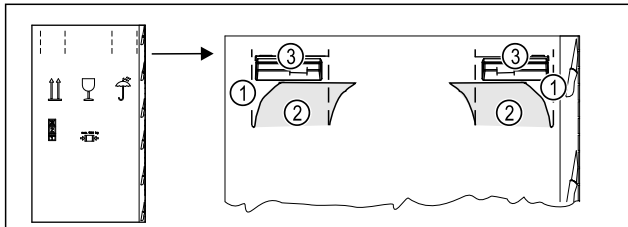

Fig. 6
- Shtypni kartonin ambalazhues lart në vrimat Fig. 6 (1).
- Nxirrni jashtë gjuhëzat e shtypura Fig. 6 (2).
- Doreza mbajtëse Fig. 6 (3) djathtas dhe majtas është e dukshme.
- Kapeni pajisjen nga dorezat mbajtëse Fig. 6 (3).